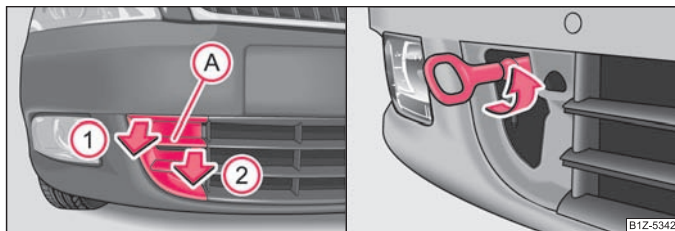
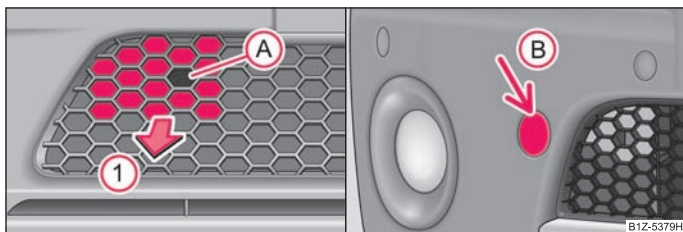

Abb. 185 Vordere Stoßgänger: Schutzgitter / Einbau der Abschleppöse
Abb. 186 Vorderer Stoßfänger Octavia RS: Schutzgitter / Octavia Scout: Abdeckung
- Führen Sie die Finger in die Öffnung (A) ein ⇒ Abb. 185.
- Durch Ziehen in Pfeilrichtung (1) lösen Sie die Abdeckung zuerst im oberen Bereich an der Seite zum Nebelscheinwerfer.
- Danach lösen Sie die Abdeckung in Pfeilrichtung (2) auch an der anderen Seite und nehmen diese ab.
- Abschleppöse von Hand nach links bis zum Anschlag einschrauben ⇒ Abb. 185 - rechts und festziehen. Für das Festziehen empfehlen wir z. B. den Radschlüssel, die Verzuröse eines anderen Fahrzeugs oder einen ähnlichen Gegenstand zu verwenden, den Sie durch die Öse stecken können. ►
- Führen Sie einen Finger in die Öffnung (A) des Gitters ein ⇒ Abb. 186.
- Durch Ziehen in Pfeilrichtung ① entriegeln Sie die Abdeckung und nehmen diese heraus.
- Schrauben Sie die Abschleppöse mit der Hand nach links bis zum Anschlag ein ⇒ Seite 221, Abb. 185 - rechts und ziehen Sie diese so fest wie möglich an.
- Drücken Sie auf den oberen Bereich der Abdeckung (B) und nehmen Sie diese heraus.
- Schrauben Sie die Abschleppöse mit der Hand nach links bis zum Anschlag ein ⇒ Seite 221, Abb. 185 - rechts und ziehen Sie diese so fest wie möglich an. Für das Festziehen empfehlen wir z. B. den Radschlüssel, die Verzuröse eines anderen Fahrzeugs oder einen ähnlichen Gegenstand zu verwenden, den Sie durch die Öse stecken können.